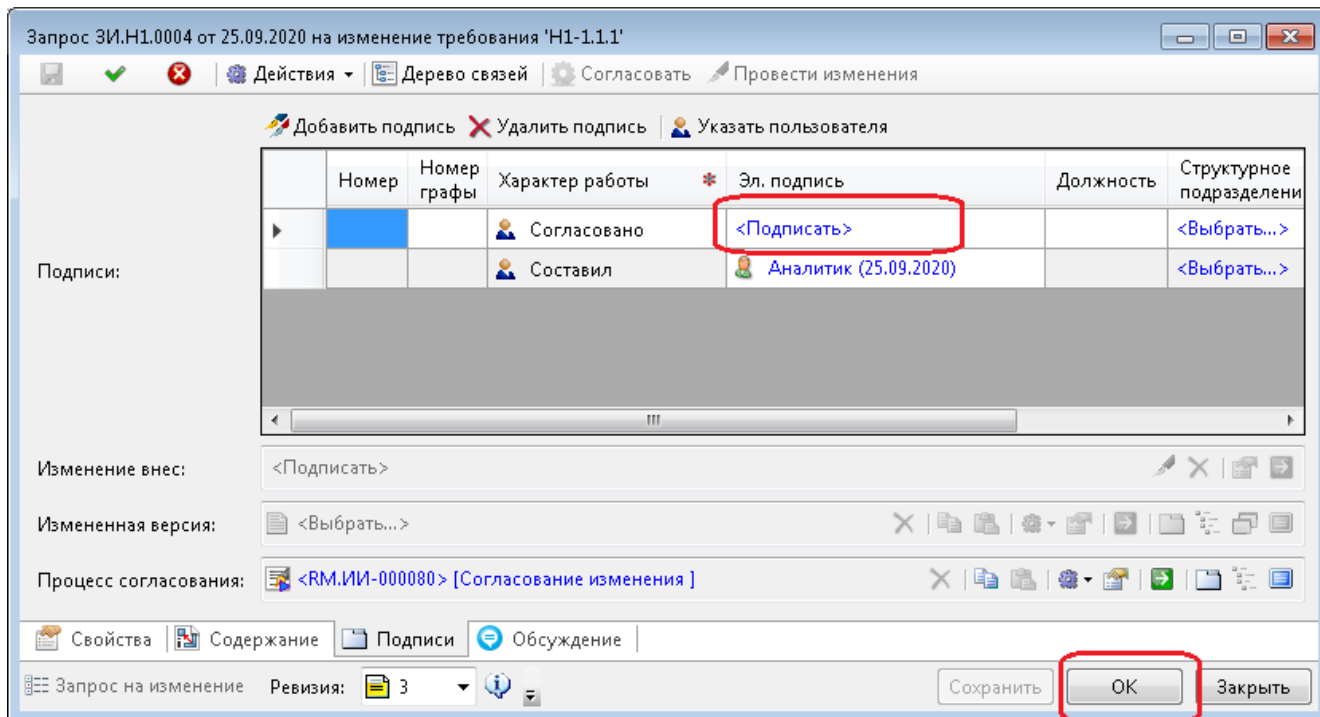

Рисунок 101 — Подписание на этапе согласования
- в) нажать ОК для сохранения и закрытия окна свойств запроса (Рисунок 101);